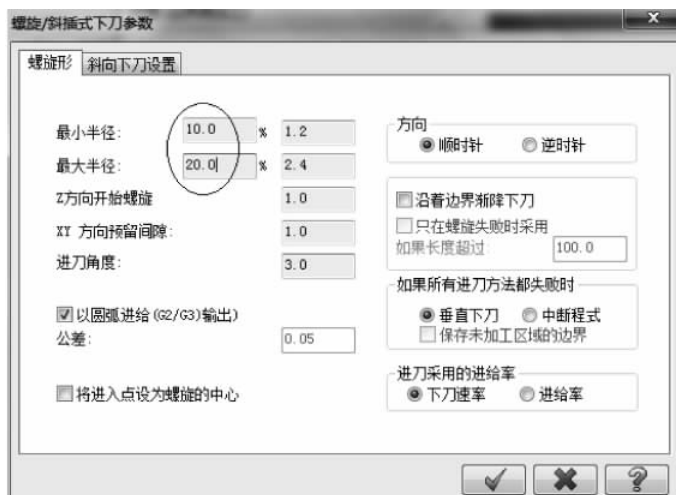

图 5-69 设置螺旋式下刀参数
(13) 打开“粗切/精修的参数”选项卡,设置粗/精加工参数,如图 5-68 所示。单击  按钮,按照如图 5-69 所示设置螺旋式下刀参数。